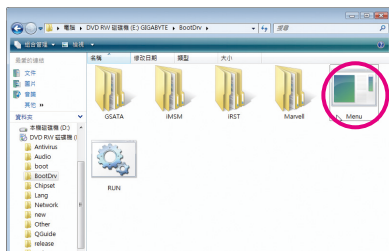
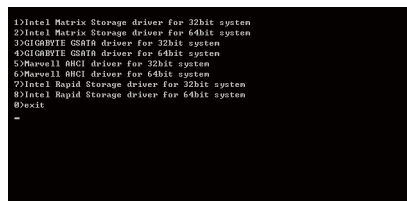

图2
图3
- 2: 进入光盘中「BootDrv」文件夹，双击「Menu.exe」文件(图2)后会出现「命令提示字符」画面，内含如图3的控制器选单。
- 3: 放入空白软盘。依所要安装的操作系统的代码后再按<Enter>键。以图3的选单为例：